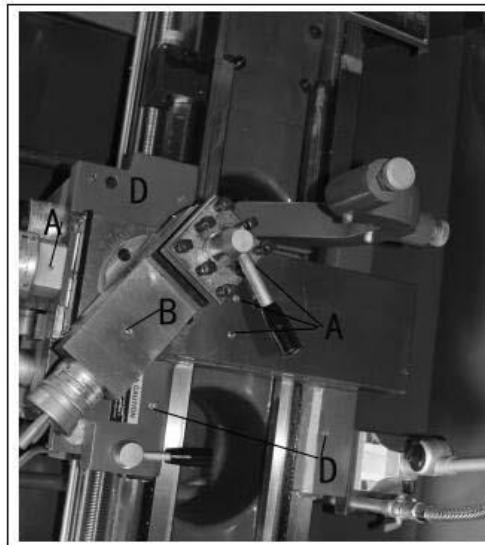

Рисунок 9
Поперечные салазки - смазывайте четыре пресс-масленки (А, рис.9) маслом MobilDTE® OilHeavyMedium ежедневно.
**Резцовые салазки -** смазывайте одну пресс-масленку (В, рис.9) маслом MobilDTE® OilHeavyMedium ежедневно.
**Каретка -** смазывайте четыре пресс-масленки (Д, рис.9) маслом MobilDTE® OilHeavyMedium ежедневно.